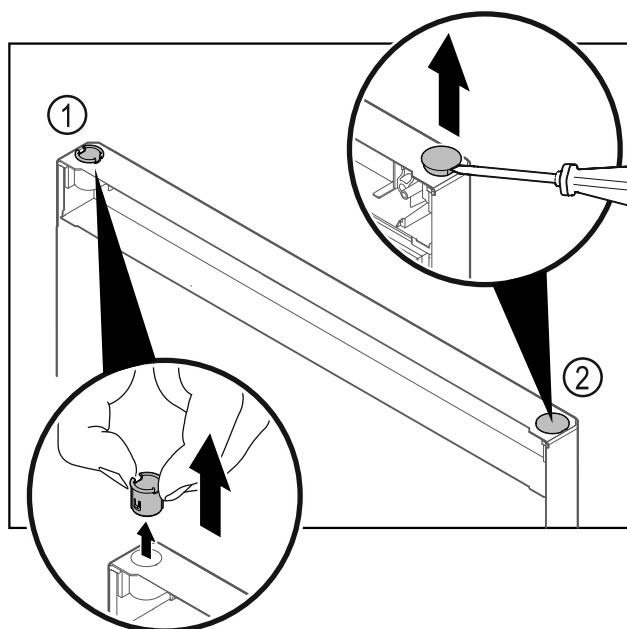

Fig. 39 Dvere mrazničky
- Vytiahnite puzdro závesu Fig. 39 (1) prstami.
- Plochým skrutkovačom opatrne nadvihnite kryciu zátku Fig. 39 (2) a vytiahnite ju.